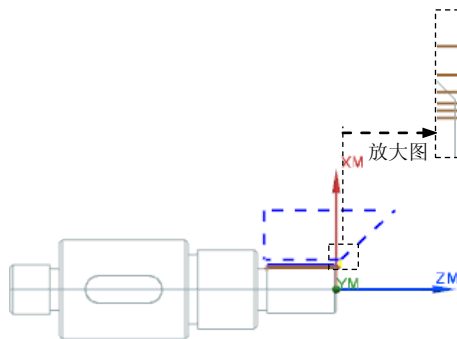

图 9.33 刀路轨迹
Step1. 单击“螺纹 OD”对话框中的“生成”按钮 , 生成刀路轨迹如图 9.33 所示。